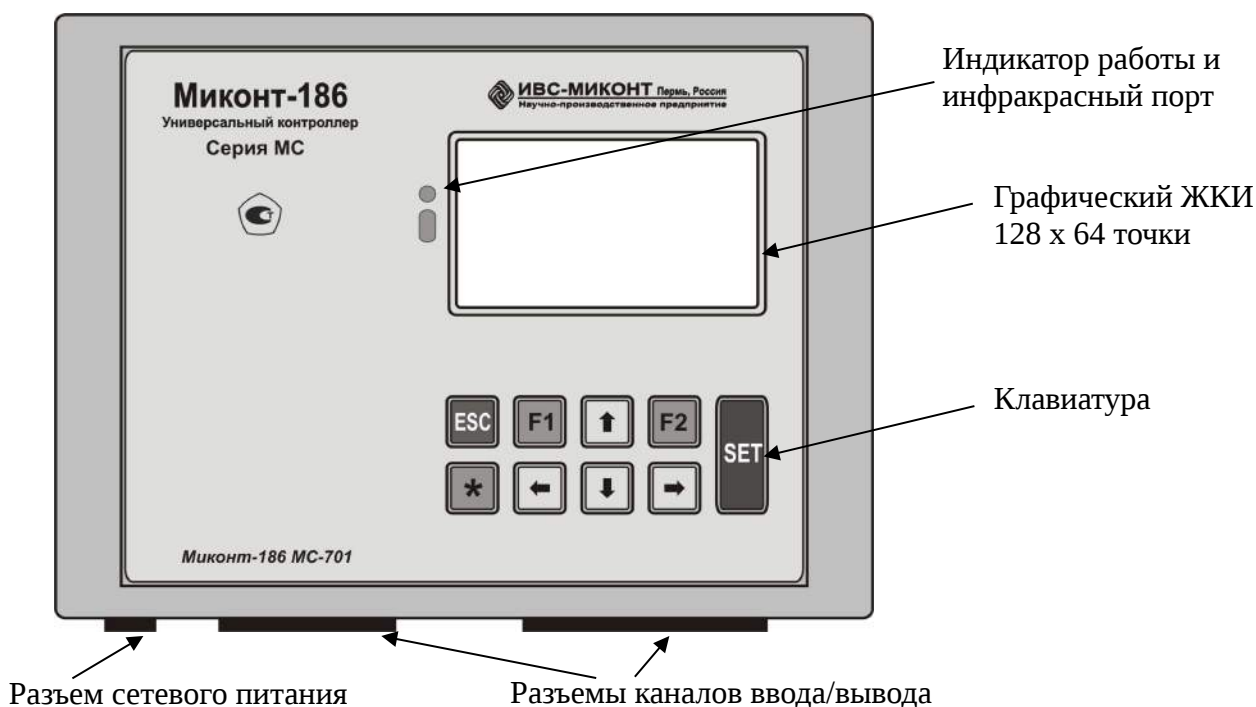
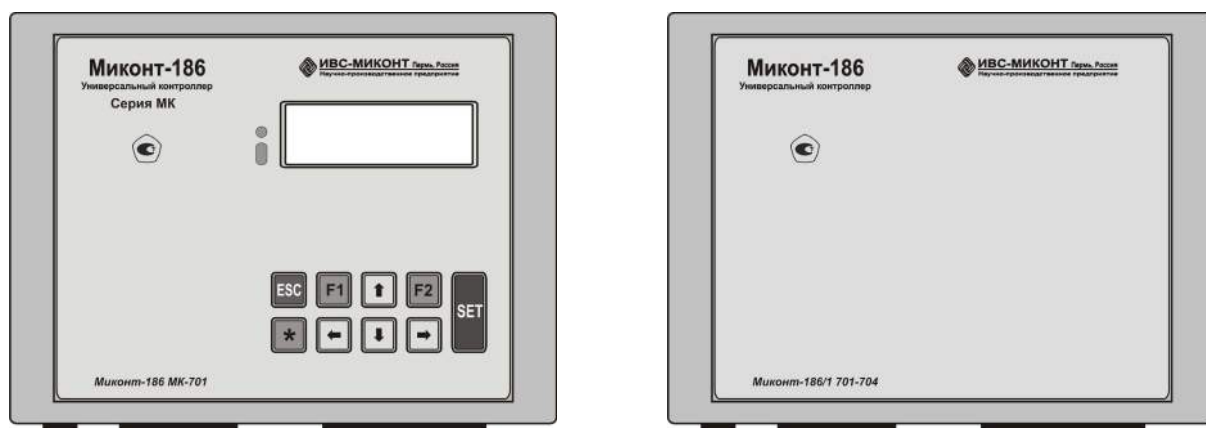

Рис.3. Внешний вид базового блока серии МС
Рис.4. Внешний вид контроллера серии МК и периферийного блока 5.1.2.
5.1.1. Внешний вид центрального (управляющего) блока контроллера серии МС представлен на Рис. 3. Моноблочный контроллер серии МК и периферийный блок серий МП и МР представлены на Рис.4.
5.1.4. Если конструктивный компонент укомплектован БЦП, то на передней панели блока имеется 9-ти кнопочная клавиатура и прозрачное окно под ЖКИ (см. Рис.3. и Рис.4.). В зависимости от серии контроллера ЖКИ может быть графическим с разрешением 128 x 64 точки или символьным - с разрешением 2 строки на 16 символов в строке. С помощью клавиатуры и дисплея можно выполнять выбор и просмотр необходимой информации, а также функции настройки прибора. Рядом с ЖКИ есть небольшие прозрачные окна для приемопередающего устройства инфракрасного порта и индикатора работы.